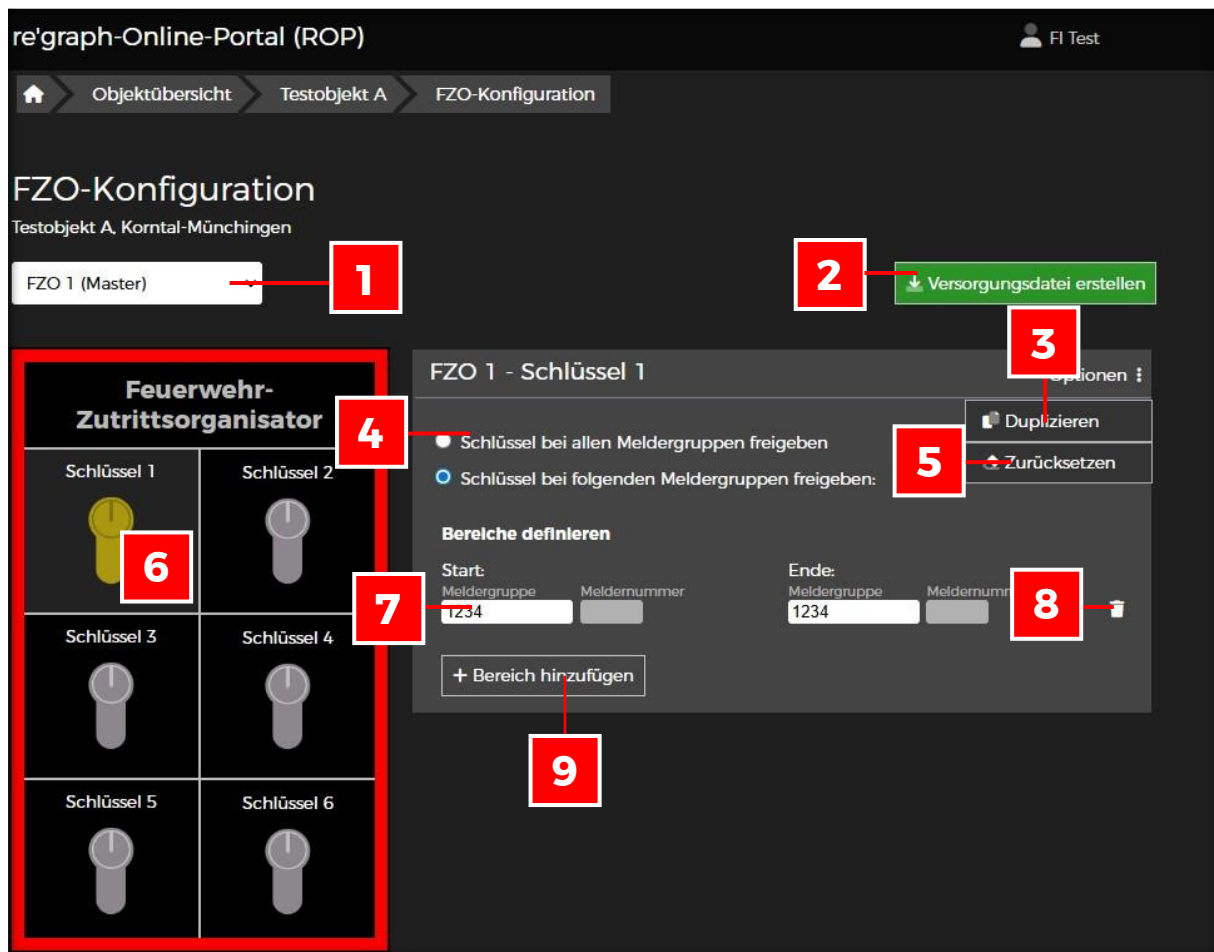

Abbildung 5: Übersicht FZO-Tool Funktionen
2. Wählen Sie „Schlüssel bei allen Meldergruppen freigeben“ (siehe Abbildung 5, [4] und Abbildung 8):